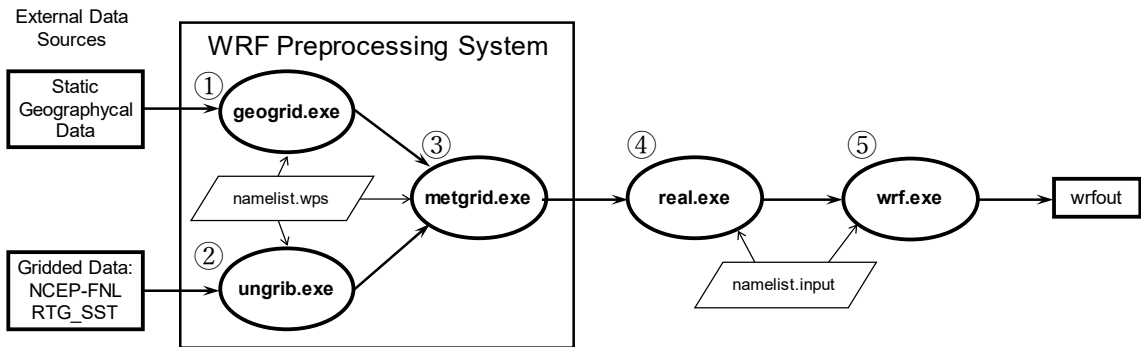
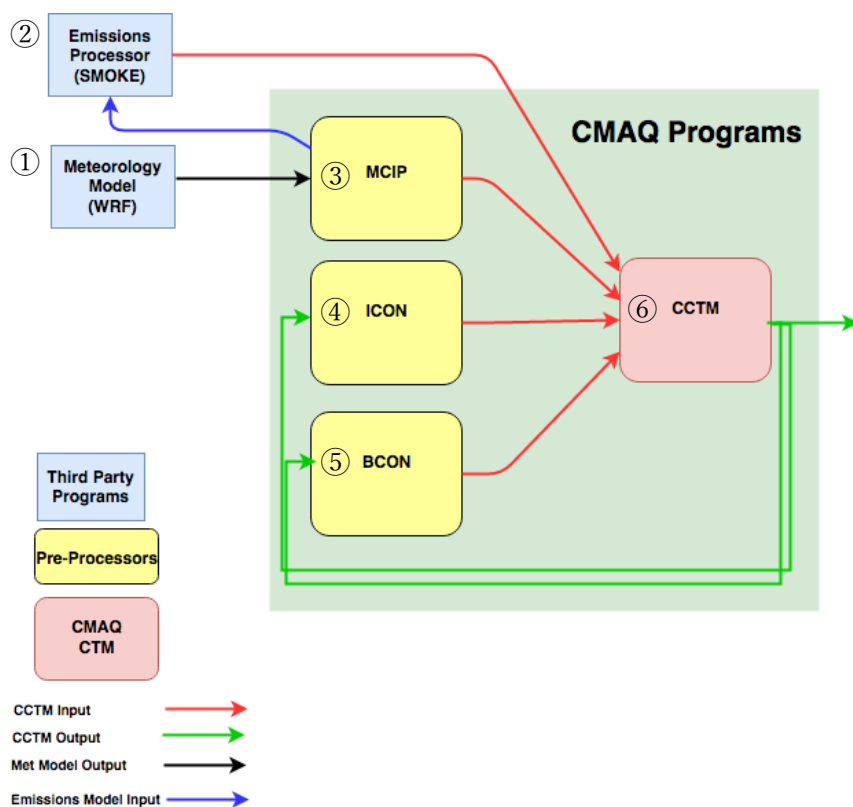

図 4-1 WRF のデータの流れ(WRF ユーザーズガイドの図に加筆)
図 4-2 CMAQ の各プログラムと関連ツールの関係(CMAQ 操作ガイドの図に加筆)
以下に 1 章に掲載した WRF 及び CMAQ のプログラム間のデータの流れと各プログラムの役割を記述した図表を再掲する (図 4-1、表 4-1、図 4-2、表 4-2)。WRF については、① geogrid. exe～⑤ wrf. exe の一連の手順を説明する。CMAQ については、WRF で作成された気象場ファイルと排出量処理プログラムで作成された排出量ファイルは作成済みである想定で、③ MCIP～⑥ CCTM を実行する手順を説明する。